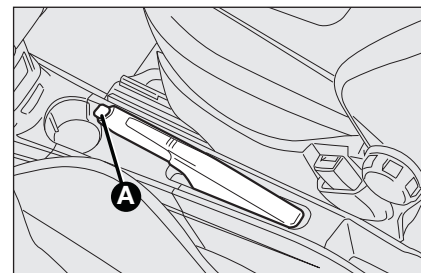

fig. 1
- ridicați ușor maneta și apăsați pe butonul de deblocare **A**-fig. 1;